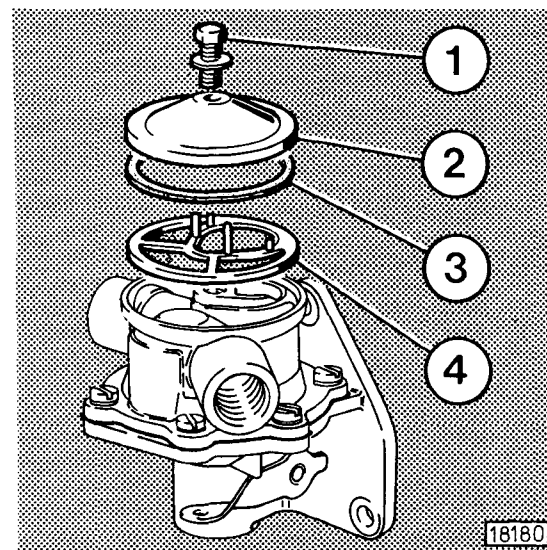

Fig. 54
- Remove hex. bolt 1 (Fig. 54).